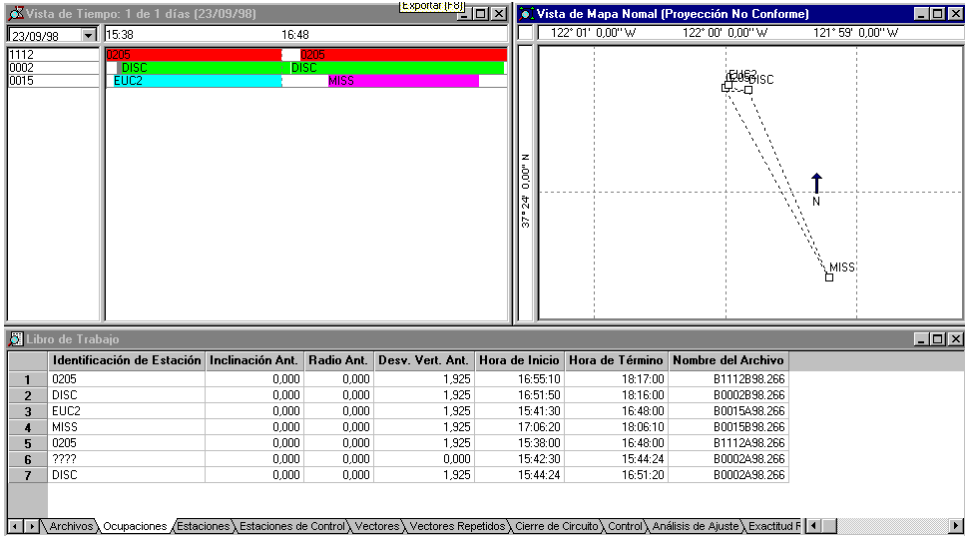

Figura 5.1. Vista Principal del Administrador de Proyecto
2. Verifique que la ventana **Vista de Tiempo** y la ventana Libro de Trabajo con la etiqueta **Ocupaciones** estén abiertas (Figura 5.1).